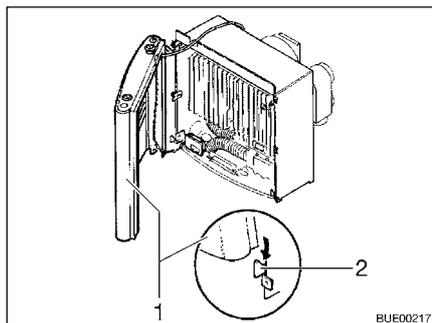

Fig. 119 Habillage du chauffage, pattes de retenue
- Monter l'habillage du chauffage. Pour ce faire placer l'habillage (Fig. 119,1) sur les pattes de retenue inférieures (Fig. 119,2).